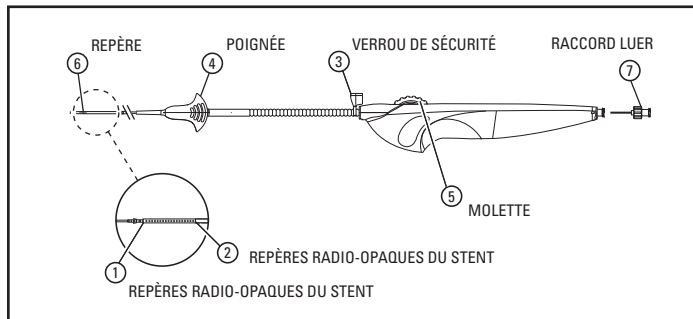

Figure 1.
7. Si le verrou de sécurité ③ (voir la Figure 1) n'est pas fixé au dispositif, vérifier que le stent est complètement contracté dans le système de mise en place et placer le verrou de sécurité dans la position illustrée à la Figure 1.
8. Fixer une seringue de 10 ml (cc) remplie de sérum physiologique au raccord luer ⑦ (voir la Figure 1) sur la poignée. Appliquer une pression positive. Continuer le rinçage jusqu'à ce que de le sérum physiologique apparaisse à
Procédure de déploiement du stent (voir la Figure 1)